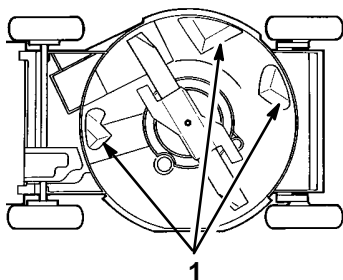

Figure 27
Pour préserver un fonctionnement optimal, le dessous du carter de tondeuse doit rester propre. Veiller particulièrement à ce que les plaques de déflexion ne soient pas couvertes de débris (Fig. 27).
3. Basculer la tondeuse du côté gauche, filtre à air en haut (Fig. 27).